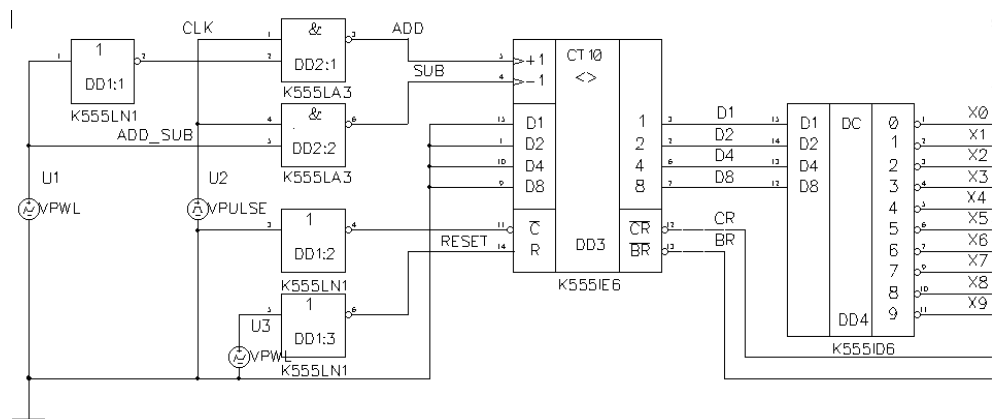

Рис. 9.52. Схема реверсивного счетчика с дешифратором
Схема построена на отечественных микросхемах счетчика К555ИЕ6 и дешифратора на 10 выходов К555ИД6 (рис. 9.52).
- с источника U3 типа VPWL на инвертор DD1.3 и далее, с его выхода, на R-вход счетчика подается импульс начальной установки (рис. 9.52, RESET);
- с источника U2 типа VPULSE на входы вентилях DD2.1, DD2.2 подаются тактовые импульсы с частотой следования 10^7 имп./с (рис. 9.52, CLK);
- с источника U1 типа VPWL непосредственно на вход DD2.2 и через инвертор DD1.1 на вход DD2.1 подается логический сигнал, переключающий подачу тактовых импульсов на входы суммирования и вычитания счетчика DD3 (рис. 9.52, ADD_SUB).